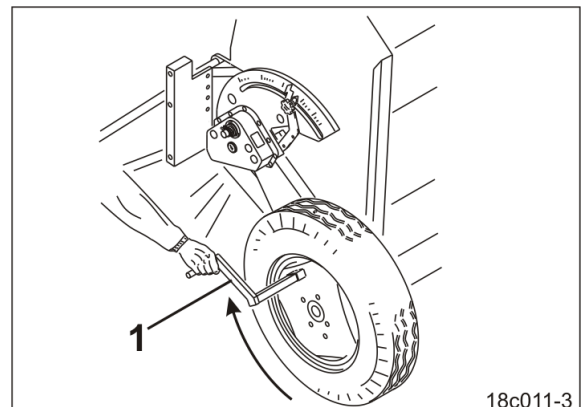

Fig. 82
13. Abdrehkurbel (Fig. 82/1) in das Quadratrohr am rechten Rad stecken.